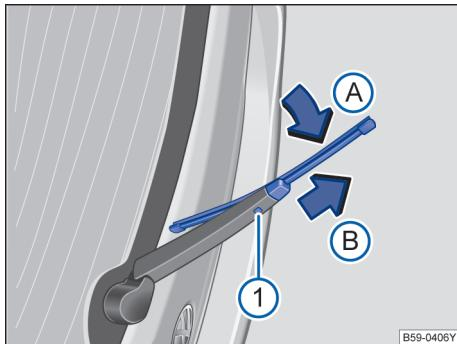

图 131 更换后风窗刮水器刮水片。
- 按住解锁按钮 → 图 131①。
→ 图 131（箭头(A)）方向翻转，同时沿箭头方向(B)拔下。会因此需要用较大的力量。